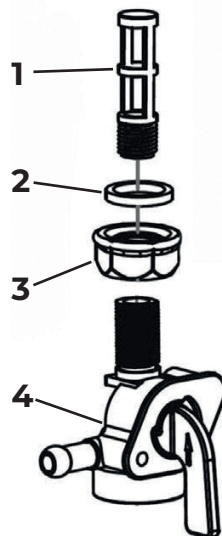

Рисунок 15.
В кране топливного бака установлен сетчатый фильтр 1 (Рис. 15). Рекомендуется не реже одного раза в течение 300 отработанных часов (или 1 раз в год) производить его очистку. Одновременно с очисткой топливного фильтра необходимо промыть и очистить топливный бак от грязи и конденсата.
2. Открутите контргайку 3 на 1-2 оборота (Рис. 15).
4. Выкрутите из корпуса 4 топливного крана сетчатый фильтр 1 (Рис. 15).